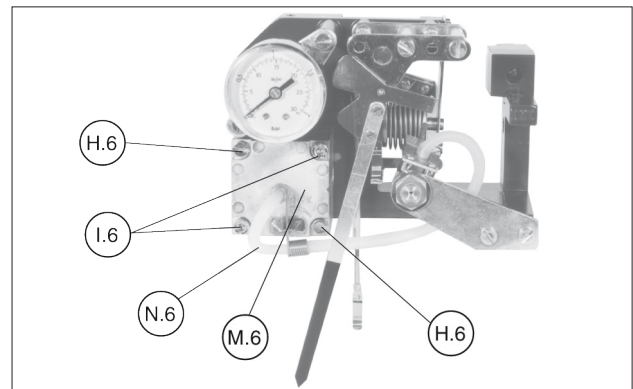

Bild 17
Anschließend ist die Düse mit den beiden O-Ringen wieder in die Relais-Einheit einzuschrauben. Die Lage der beiden O-Ringe (G.7) ist in Bild 17 dargestellt.
1. Schlauch (N.6) beidseitig vorsichtig entfernen. Nicht die Rückstellfeder beschädigen), siehe Bild 17.
7. Nach dem Reinigen der Innenteile, die Teile wie in Bild 17 gezeigt in das Relais montieren. Auf die korrekte Einbaulage der Komponenten, wie z.B. der Dichtungen und Membrane achten.